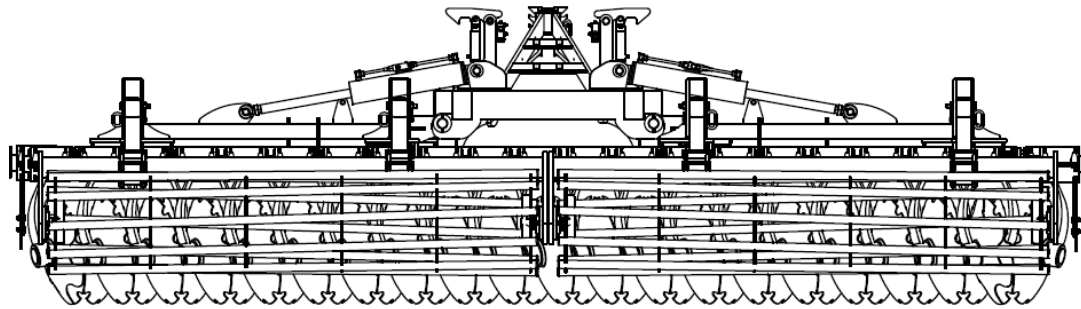

Abb. 9 Ansicht der Maschine am Ende des Öffnungsvorgangs der Flügel. Die Arme der Maschine sind vollständig geöffnet.
5. Um die Sequenz des Öffnens der Maschinenflügel abzuschließen, warten Sie, bis der Hydraulikmechanismus die Arme in ihre endgültige Position öffnet. Unterbrechen Sie den Öffnungsvorgang der Armflügel nicht, ohne sich zu vergewissern, dass sie vollständig geöffnet sind (Abb. 9).